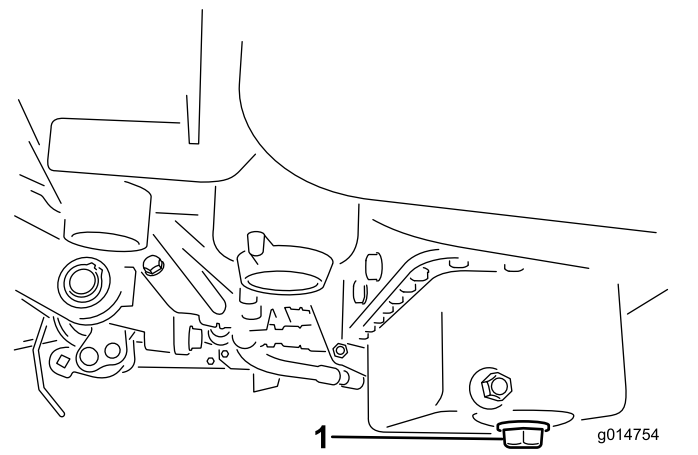

Bild 28
1. Entfernen Sie die Ablassschraube und lassen das Öl in eine Auffangwanne ab. Schrauben Sie die Ablassschraube wieder ein, nachdem das Öl abgelassen ist (Bild 28).